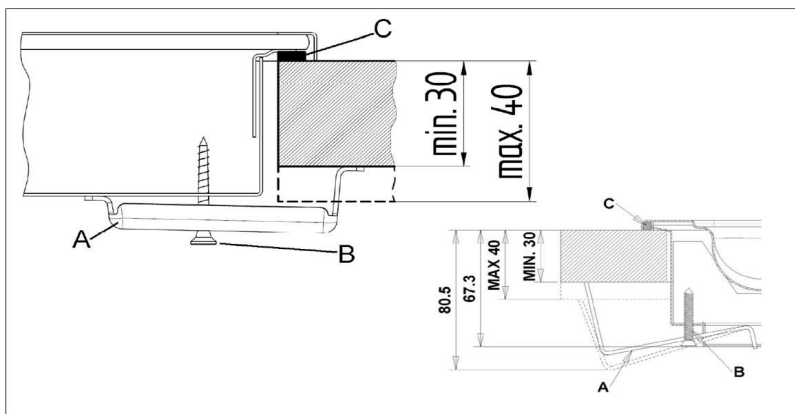

Рис. 3.
Для крепления поверхности к столешнице, следуйте нижеприведенным указаниям, см. **рис. 3** ниже:
- Закрепите поверхность к столешнице, при помощи специальных крепежных скоб (А) и шурупов (В), имеющихся в комплектации. См. **рис. 3** ниже.